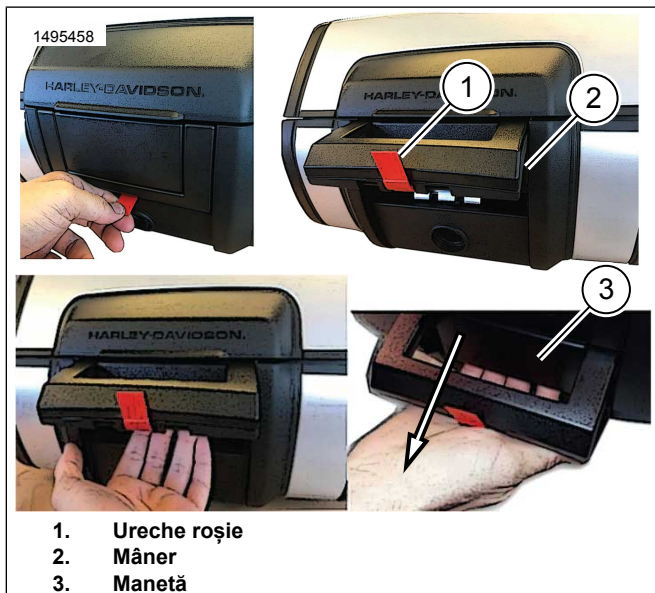
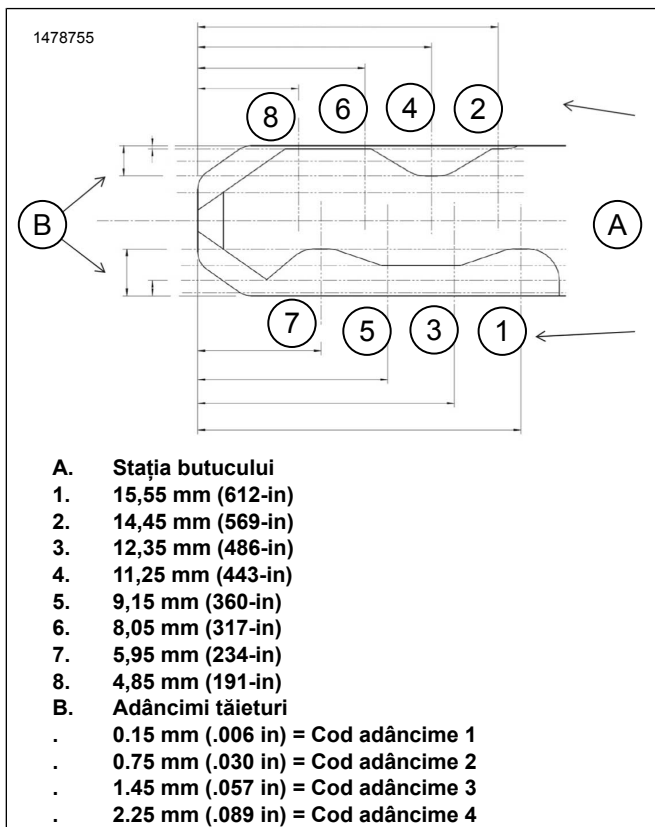

Figura 2. Deschidere casetă superioară
Figura 3. Diagramă cod cheie
1. A se vedea figura 2. Deschideți caseta superioară și localizați încuietorea.
- a. Trageți de urechea roșie (1) pentru a elibera mânerul (2).
- b. Trageți pârghia (3) de sub mâner pentru a deschide capacul.
2. A se vedea figura 3. Pe cheia vehiculului Echipament original (OE), determinați adâncimea tăieturii la fiecare poziție a cheii.
4. Consultați tabelul 3. Scrieți codurile de adâncime ale cheii din Figura 3 pe baza adâncimilor măsurate ale tăieturilor.